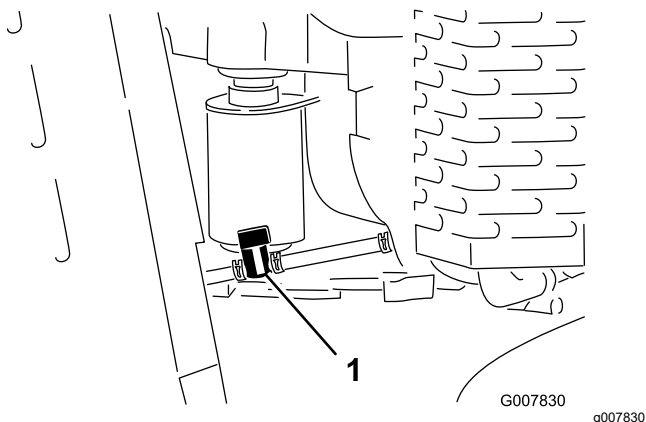

Figura 36
3. Rotii ventilul de închidere combustibil în poziția închis (Figura 36).
4. Strângeți capetele clemei de furtun a ventilului de pe partea motorului și glisați-o în sus pe conducta de combustibil departe de ventil (Figura 36).
5. Trageți conducta de combustibil de pe ventil (Figura 36).